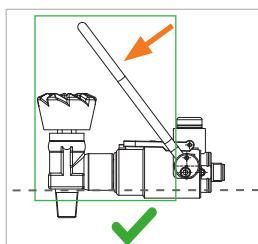
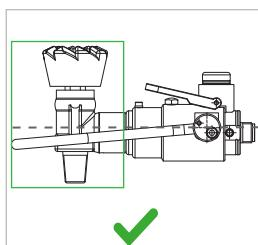

Figure 5
Figure 6
- Rabattez l'actionnement (nº 1) vers le bas (*Figure 5*). L'arceau de commande / levier doit pouvoir être manipulé facilement vers le bas sans forcer. L'actionnement (nº 1) est correctement positionné lorsque le dispositif de verrouillage (nº 8) s'enclenche avec un clic clairement audible. Ensuite, le dispositif de verrouillage (nº 8) passe d'une position horizontale à une position inclinée vers le haut. Les segments filetés se fixent fermement lors de la fermeture dans le filetage de la vanne de la bouteille. L'actionnement (nº 1) doit se trouver dans sa position finale sous le plan horizontal par rapport au connecteur (*Figure 6*).